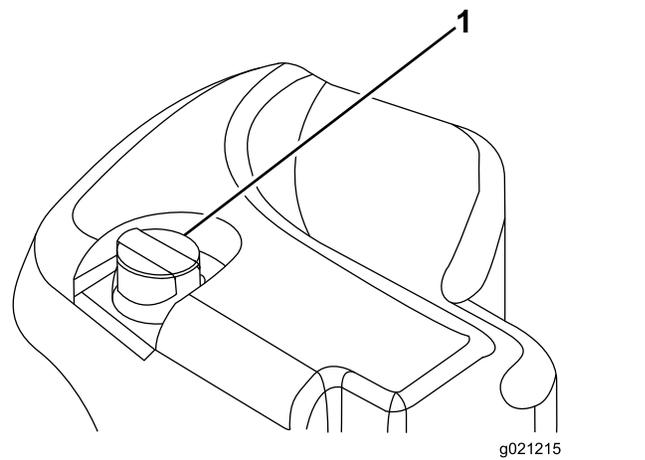

Bild 67
2. Reinigen Sie den Bereich um den Füllstutzen und den Deckel des Hydraulikbehälters (Bild 67).